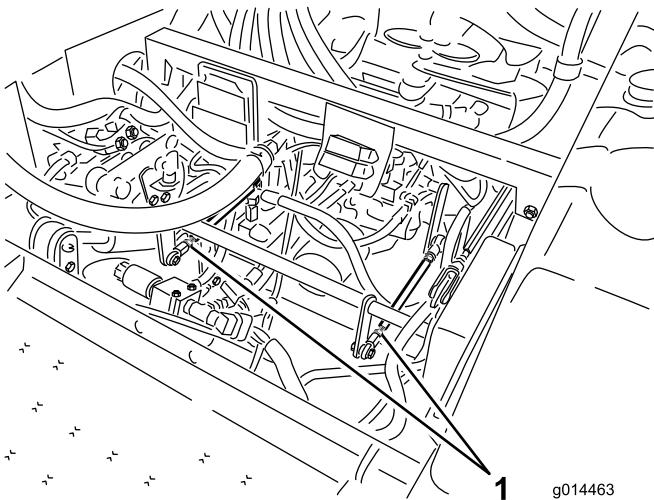

Figura 39
- Si el neumático trasero izquierdo está girando, afloje las contratuerca de la varilla de control de la transmisión del lado izquierdo (Figura 39).